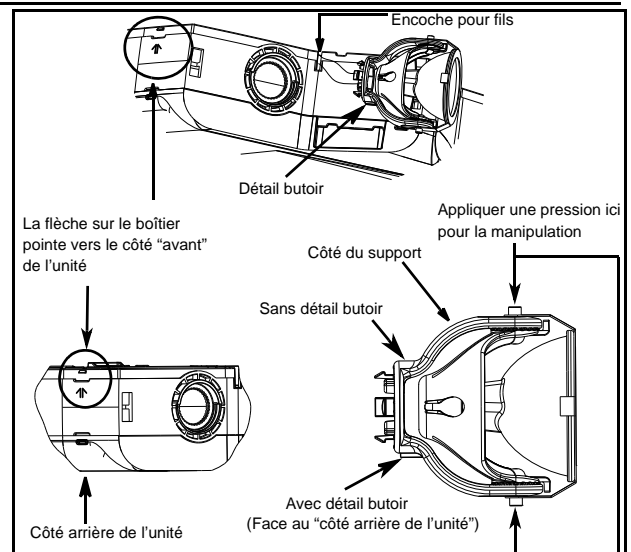

Figure 5
- Enlever les lentilles (voir fig. 6) et jeter les sacs en plastique. Installer des lampes tel qu'illustré à la figure 5. Orienter les lampes tel que désiré. Réinstaller les lentilles.
- Orienter et insérer en portant attention à l'orientation du détail butoir selon la figure 5.
- Manipuler les assemblages en appliquant une pression sur chaque côté du support selon la figure 5.